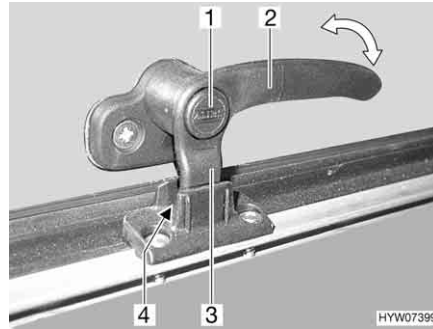
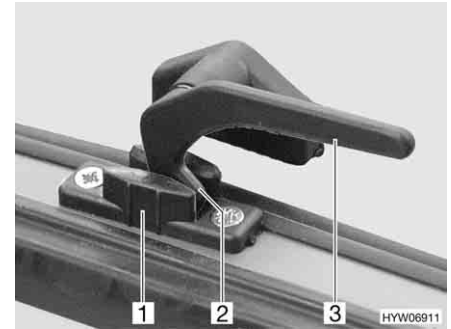

Fig. 76 Alavanca de trava com botão de segurança na posição "Arejamento contínuo"
Fig. 77 Alavanca de trava na posição "Arejamento contínuo"
- Na posição "Arejamento contínuo" (Fig. 76 e Fig. 77)
- Se disponível, prima o botão de segurança (Fig. 76,1) e mantenha-o premido.
- Gire a alavanca de trava (Fig. 76,2 ou Fig. 77,3) um quarto de volta na direção do meio da janela.
- Gire novamente para trás a alavanca de trava. Durante isto, desloque a ponta de trava (Fig. 76,3 ou Fig. 77,2) na alavanca de trava para dentro do entalhe no dispositivo de bloqueio da janela (Fig. 76,4 ou Fig. 77,1).
- Se disponível, largue o botão de segurança (Fig. 76,1).